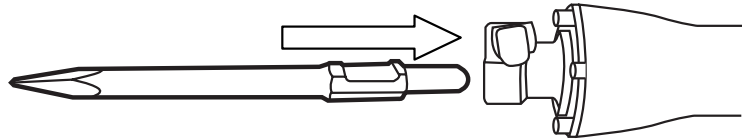

Abb. 3
- Richten Sie den Werkzeugaufsatz (**12, 13**) an der Werkzeugaufnahme (**9**) aus. Die flache Seite muss nach oben zeigen (Abb. 3). Führen Sie den Werkzeugaufsatz bis zum Anschlag in die Aufnahme ein.